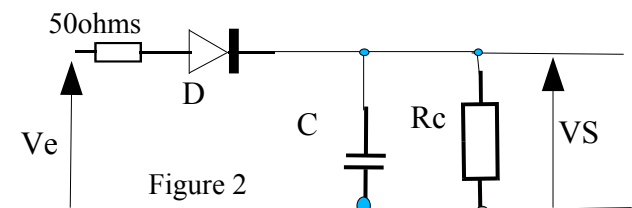

Figure 2
1) TESTEZ le montage de la préparation figure 2 (redresseur à diode)